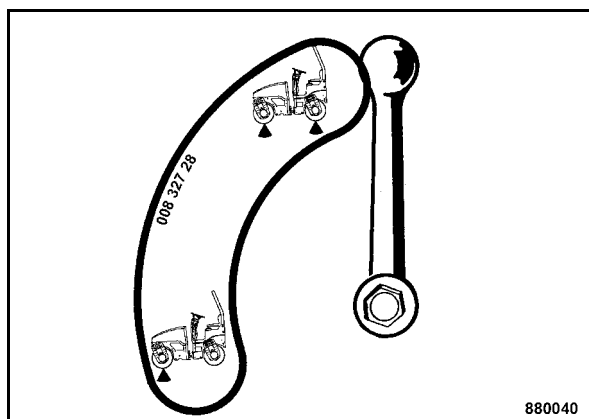

Fig. 55
- Con la valvola sferica di arresto (Fig. 55) pre-selezionare il tamburo o i tamburi desiderato/i.